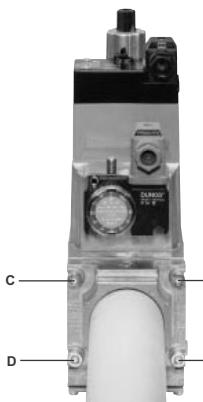
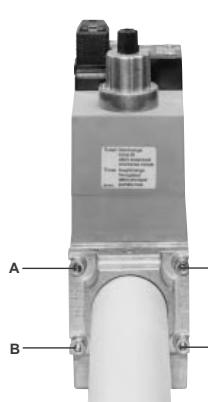

Рис. 6
Рис. 7
- 1.Расслабить винты А и В, но **не снимать** их (Рис. 6 и Рис. 7)
2. Отвинтить винты С и D (Рис. 6 и Рис. 7)